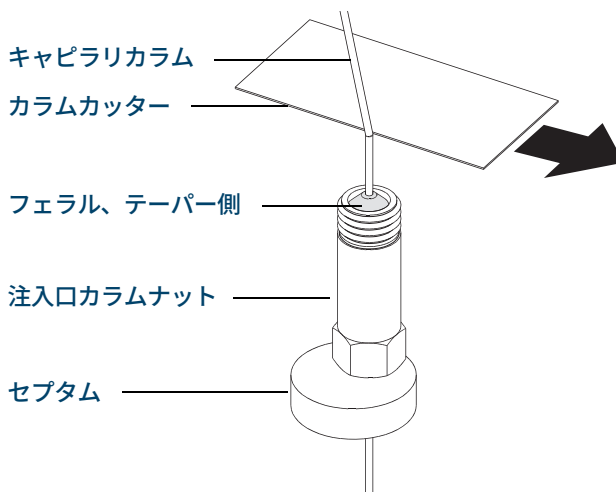

図 3. キャピラリカラムの取り付け準備
- 2 清潔な手袋を着用して、カラムを押してセプタムに通します (少し力が必要です)。次に、カラムナットおよびコンディショニングされたフェラルをカラムの固定されていない方の端に突き通します。(図3を参照してください)。フェラルのテーパ側を上に向けて通します。